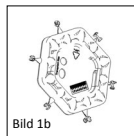

Bild 1b
■ **Bild 1b/11** De inarbetade mallarna på tolkskivans baksida (Bild 1b) visar transplantatets minimistorlek för underfodring av trumhinnan (Bild 11).